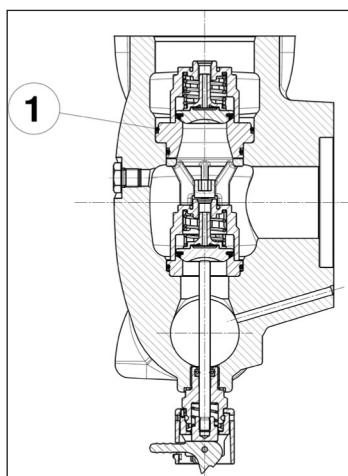

Abb. 101
Achten Sie besonders auf das Einsetzen des O-Rings Pos. ①, Abb. 101.